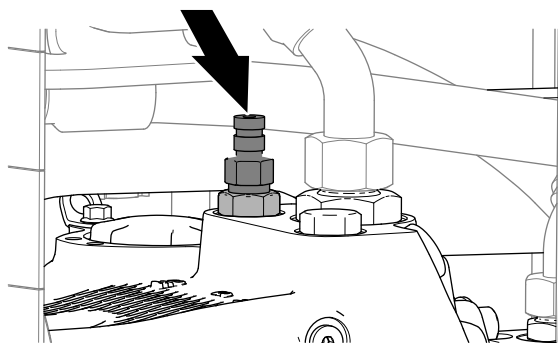

Bild 21
5. Montieren Sie das Prüfgerät an den Schnelltrenanschluss (Bild 21).